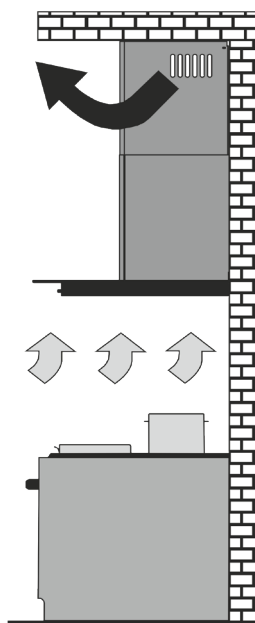

Рис. 2
- ➡ в режиме рециркуляции (замкнутый кругооборот воздуха в кухне) (рис.2).